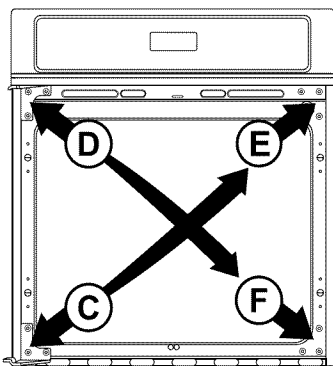

Figure 8
- 6.2.2. Enlevez la charnière de l'encadrement située du côté gauche en bas de l'encadrement (Voir C, Figure 8) et installez-la du côté opposé soit du côté droit en haut de l'encadrement (Voir E, Figure 8).
- 6.2.3. Procédez de la même façon pour la charnière de l'encadrement située en haut à gauche (Voir D, Figure 8), retirez-la de l'encadrement et réinstallez-la du côté opposé soit du côté droit en bas (Voir F, Figure 8).